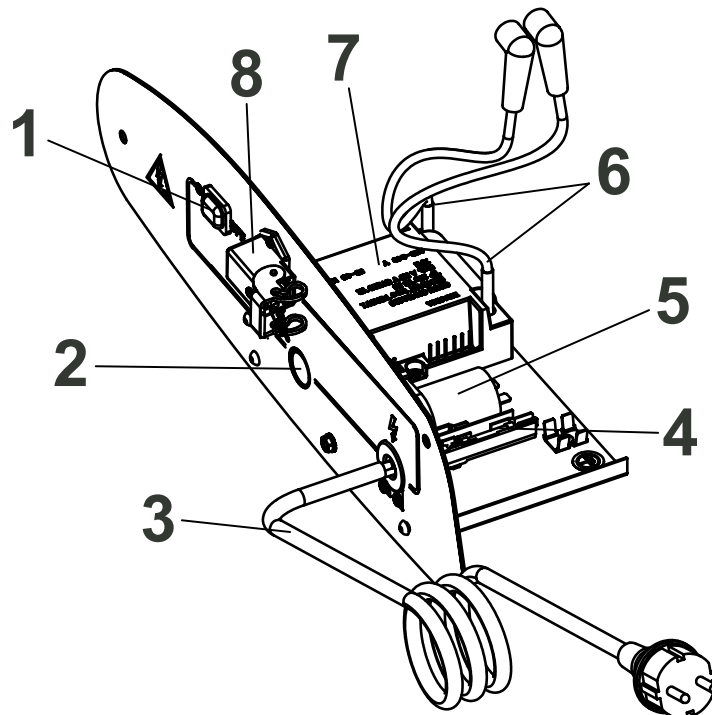

Abbildung 2
- Der Schalter 1 (Abb.2) in die Stellung mit dem Symbol ON gebracht werden: der Ventilator läuft an und nach einigen Sekunden setzt die Verbrennung ein.
Bei der ersten Inbetriebnahme oder nach einer kompletten Entleerung der Ölleitung kann der Öldruck an der Düse zu niedrig sein und einen Eingriff der Flammenüberwachung hervorrufen, die den Generator anhält; in diesem Fall warten Sie etwa eine Minute und drücken dann die Reset-Taste 2 (Abb.2), um das Gerät neu zu starten. Wenn das Gerät nicht funktioniert, unternehmen Sie folgende Schritte:
2. Drücken Sie die Reset-Taste 2 (Abb. 2);
Um das Gerät auszuschalten, muss der Schalter 1 (Abb. 2) auf "OFF". Die Flamme geht aus, der Ventilator läuft weiter, bis die Brennkammer vollständig abgekühlt ist.
Der Generator verfügt über eine elektronische Flammenüberwachung. Wenn eine oder mehrere Betriebsstörungen auftreten, bewirkt diese den Stillstand des Geräts und die Beleuchtung der Reset-Taste 2 (Abb. 2).